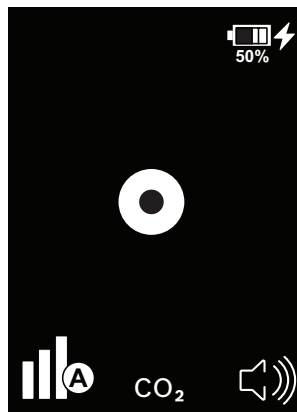

Fig. 21: Schermata stato stazionario con caricabatterie collegato
- ⇒ *La ricarica attiva viene indicata con il simbolo del fulmine nell'angolo in alto a destra dello schermo (vedi Fig. 21).*